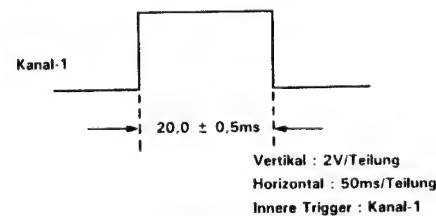

Abbildung 2-2
4. R707 (Spurlagen-Voreinstellregler) so einstellen, daß sich die aus Abb. 2-2 ersichtliche Ausgangswellenform ergibt.